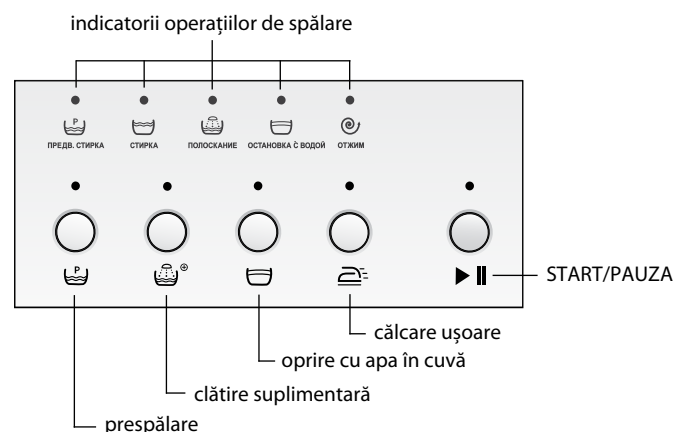

Figura 3 – Afijajul și butoanele de comandă
Fiecare buton are un indicator și este marcat cu simbol pe panoul de comandă, în conformitate cu Figura 3. Pentru a selecta funcția auxiliară dorită, apăsați butonul corespunzător.
1.4.1 Pentru a selecta funcția auxiliară, apăsați butonul corespunzător acestei funcții – se aprinde indicatorul în conformitate cu Figura 3. La apăsare repetată, indicatorul de lumină se stinge, funcția se anulează.